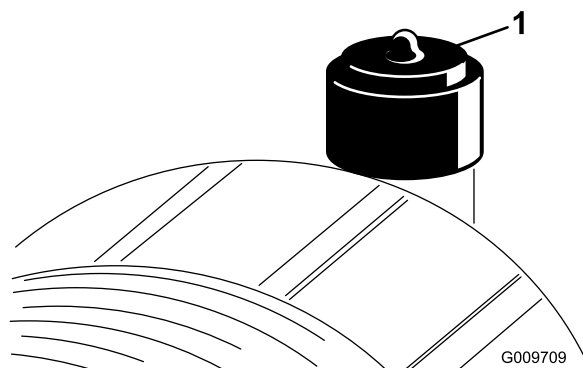

図 45
エアクリーナのフィルタの整備は、インジケータが赤色になってから行ってください 図 45。早めに整備を行っても意味がありません。むしろフィルタを外したときにエンジン内部に異物を入れてしまう危険が大きくなります。
2. インジケータ 図 45 が赤になっている場合はリセットする。